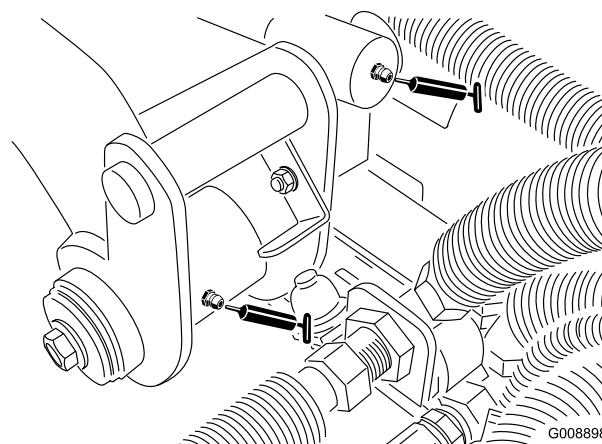

Figura 35
- Articulação do braço de elevação traseiro e cilindro de elevação (2) (Figura 35)